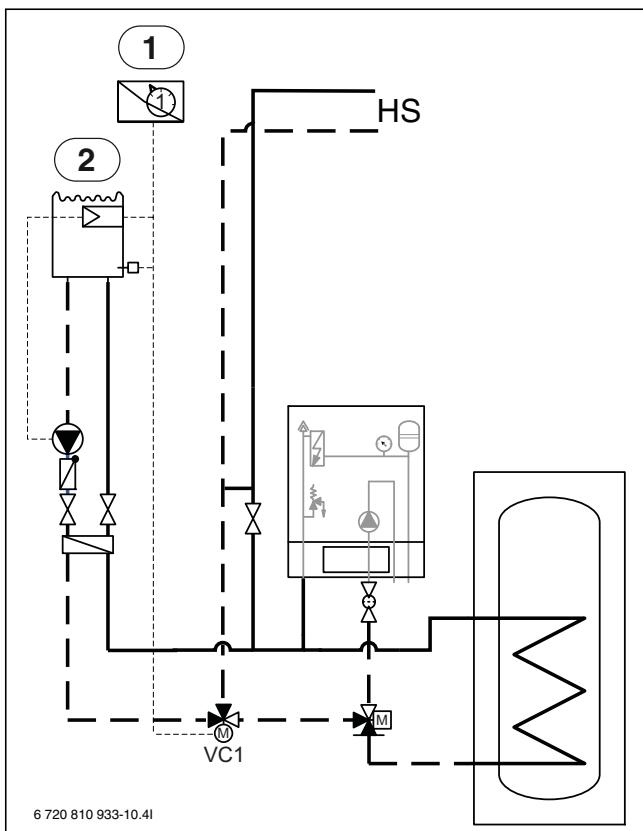

Рис. 11 Пример отопительной системы с бассейном
- ▶ Установите смеситель бассейна в обратную линию к внутреннему блоку (→ [VC1] рис. 11).